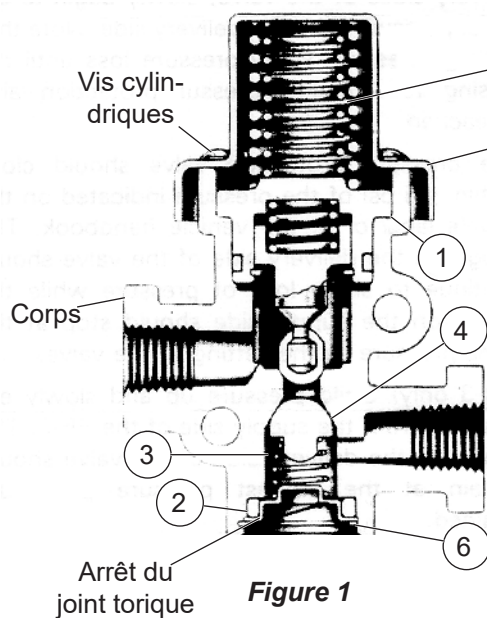
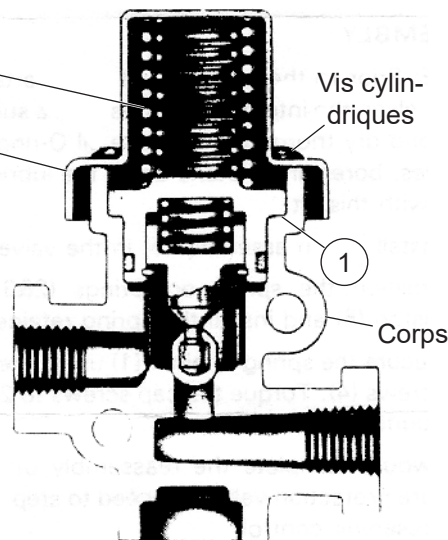

Figure 1
Figure 2
Ce kit permet d'entretenir à la fois la valve de contrôle du réservoir PR-3™ de Bendix® et la valve de protection de la pression PR-4™ de Bendix®. La principale différence entre les deux (2) valves est l'inclusion des composants du clapet antiretour dans la valve de contrôle du réservoir PR-3. Cf. figures 1 et 2. Lorsque ce kit est utilisé pour la réparation d'une valve de protection de pression PR-4, les éléments 2, 3 et 4 de la valve de protection de la pression (Figure 2) ne sont pas utilisés.
REMARQUE : Ceci conclut la procédure de démontage d'une valve de protection de la pression PR-4 (Figure 2). Les étapes suivantes concernent la valve de contrôle du réservoir PR-3 (Figure 1).
6. Installez l'arrêt du joint torique en veillant à ce que le ressort s'insère dans la protubérance prévue sur l'arrêt du joint torique (*voir figure 1*).